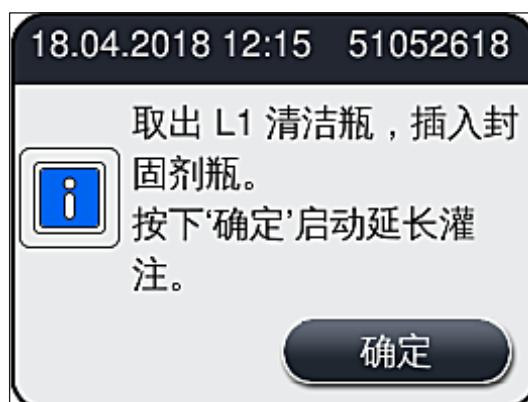

图 104
- 随后，提示用户从仪器中取出清洁瓶并插入装有封片剂的新瓶。插入后，使用确定确认信息消息 (→ 图 104)。请根据实验室规定处理清洁瓶中的废液。